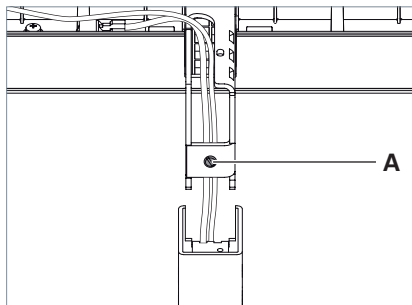

Fig. 15: Regolazione della testa dell'apparecchio d'illuminazione.
- ▶ Per sollevare leggermente la testa dell'apparecchio d'illuminazione, ruotare la vite di regolazione **A** di un giro in senso antiorario, vedi Fig. 15.